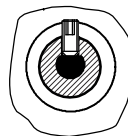

Bild 9
4. Säkra vid behov gängstiftet med Loctite 243 så att det inte lossas av misstag (Bild 9).